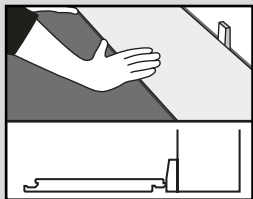

Fig. 1
1. En commençant par une lame/dalle complète le long du mur, calculez le nombre de largeurs qu'il faudra pour atteindre l'autre bout de la pièce. Si cela signifie qu'il y aura une rangée de lames/dalles étroites le long du mur d'en face, découpez la première rangée en conséquence. Posez ce produit le côté languette/bord découpé face au mur. Posez des cales de 5 mm entre la lame/dalle et le mur (Figure 1).